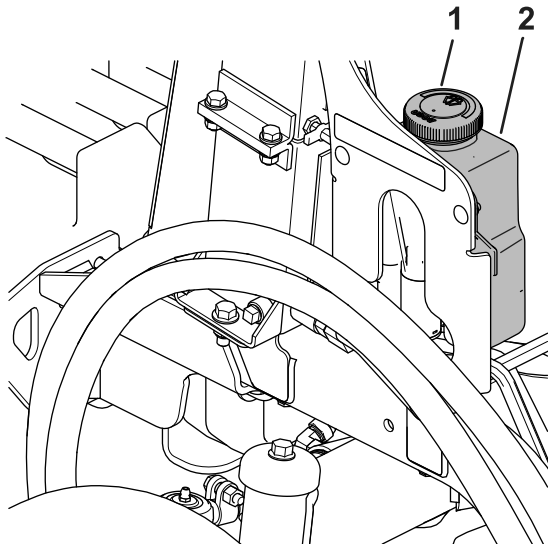

Figure 92
1. Enlevez le bouchon (Figure 92) du réservoir.